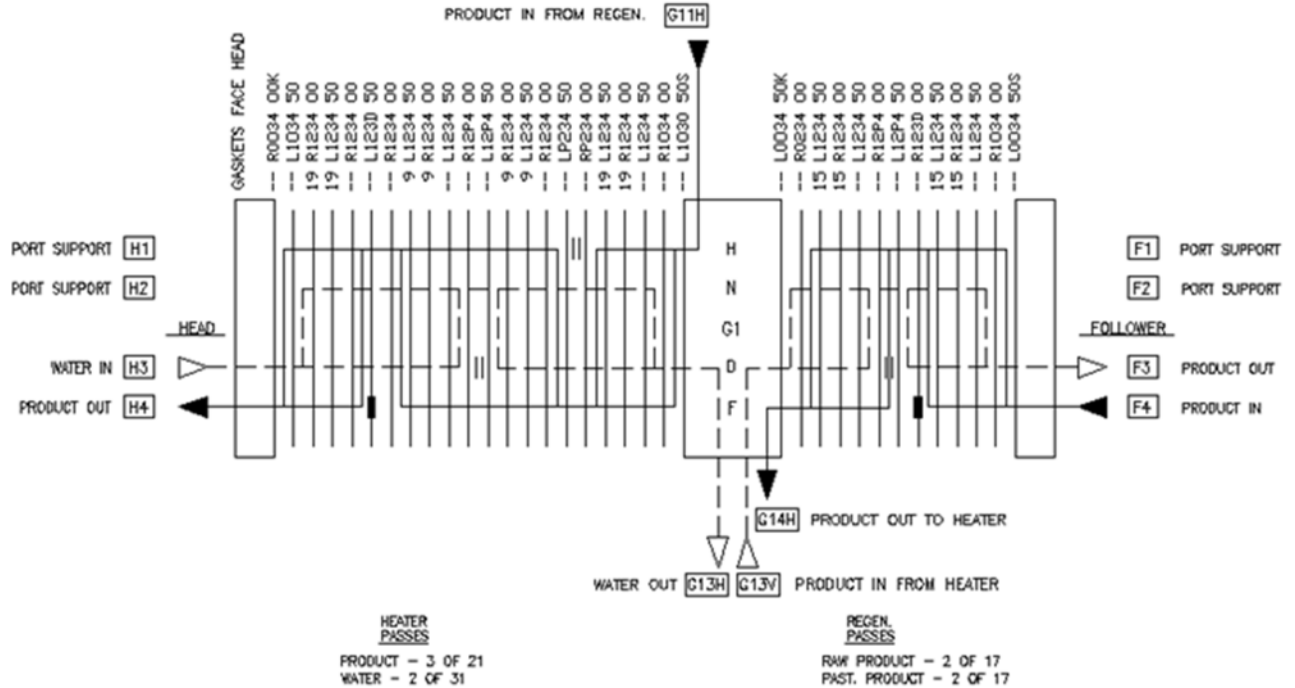

Figura 27: Esempio di disposizione a due sezioni
La **Figura 27** mostra una disposizione a due sezioni con connessioni sulla testa, sulla punteria e sulla griglia del connettore. Mostra anche l'uso dei codici speciali per indicare le piastre di scarico (D), le piastre di supporto (P) e le piastre di tenuta (S) tipiche di alcune piastre.